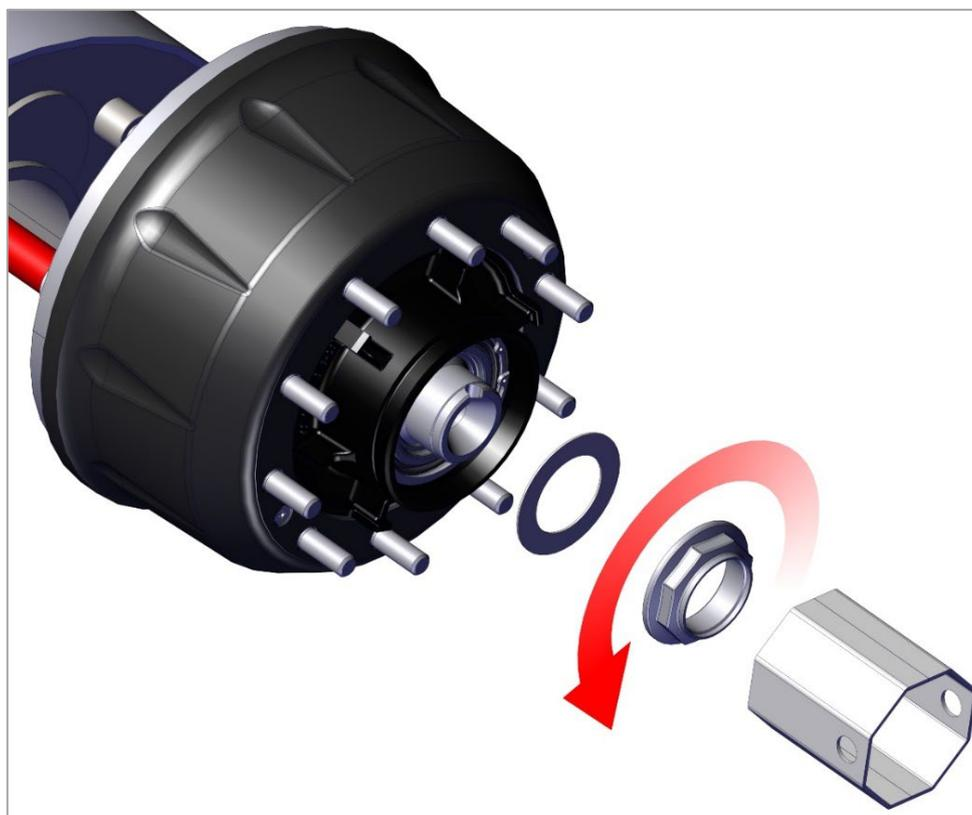

Рис. 11. Снятие гайки подшипников.
2) Отверните гайку подшипников ступицы и снимите упорную шайбу (рис. 11).